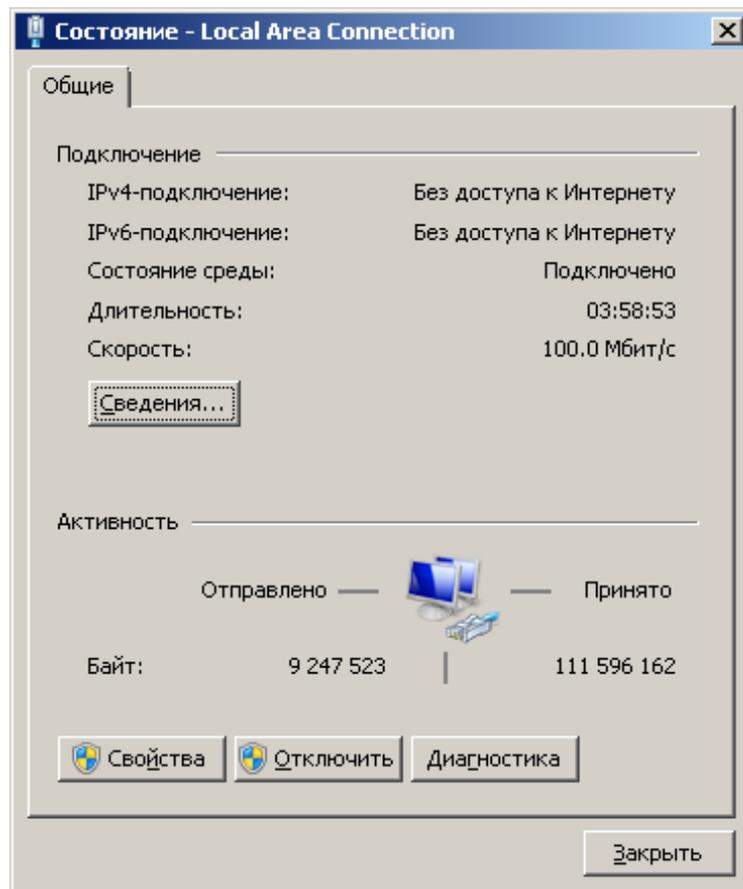

Рис. 3.4. Окно «Подключение по локальной сети»
- в появившемся окне (рис. 3.4) нажимаем кнопку «Свойства» («Properties»);